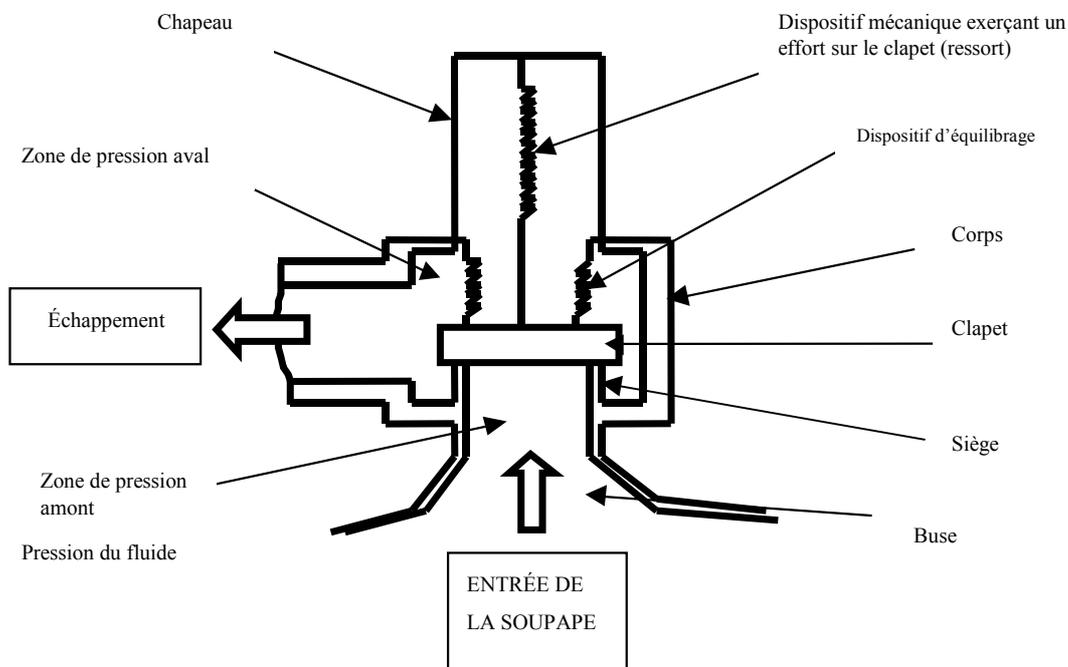

figure 2 : Exemple d'éléments constitutifs d'une soupape de sécurité à action directe
1. À action directe (cf. figure 2) : L'effort exercé directement par le dispositif mécanique (levier avec contrepoids2 ou ressort3) s'oppose seul à la force exercée sous le clapet par la pression du fluide.